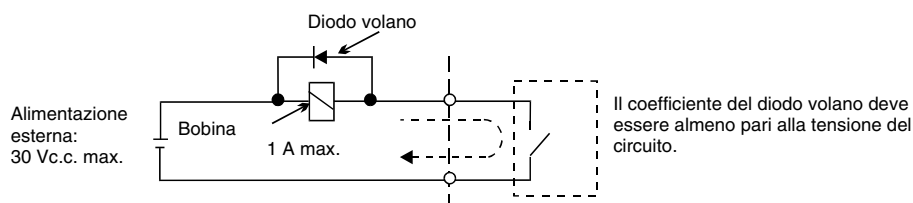

Fig 6 Collegamento del diodo volano
*3. Quando si aziona un carico reattivo, ad esempio la bobina di un relè con alimentazione c.c., inserire sempre un diodo volano come indicato nella Fig 6